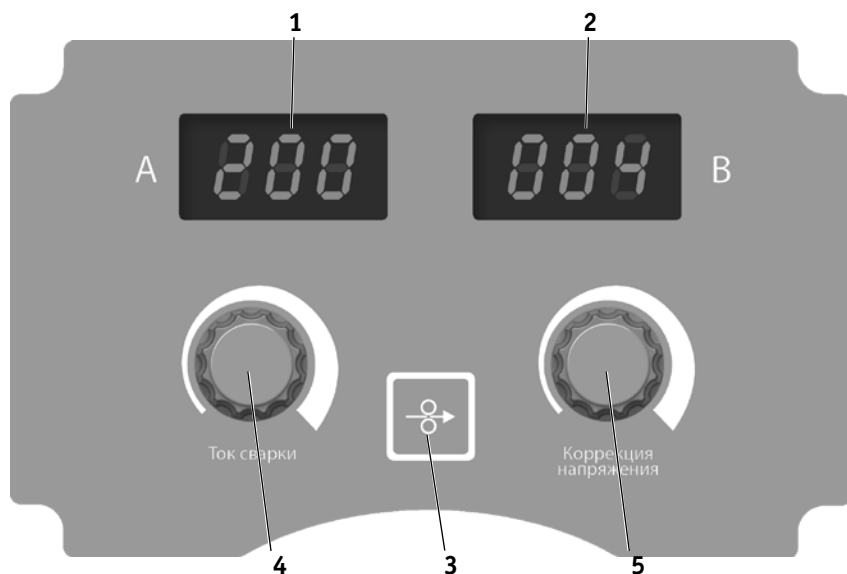

Рис. 7.3. Панель.
12. В зависимости от технологических задач откорректируйте напряжение на  (п. 5, рис. 7.3).